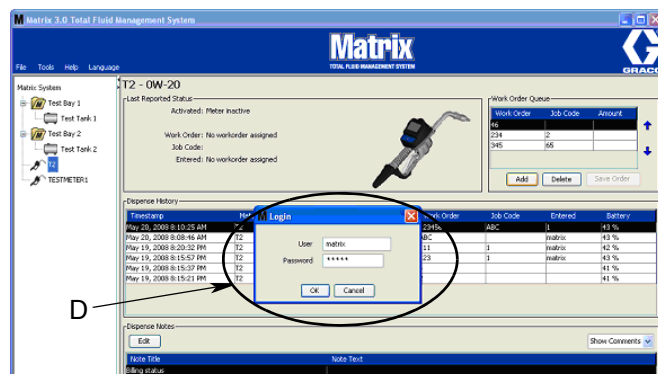

Рис. 118
- В диалоговом окне (D) (Рис. 118) укажите имя пользователя и пароль. Нажмите кнопку «OK» [OK].